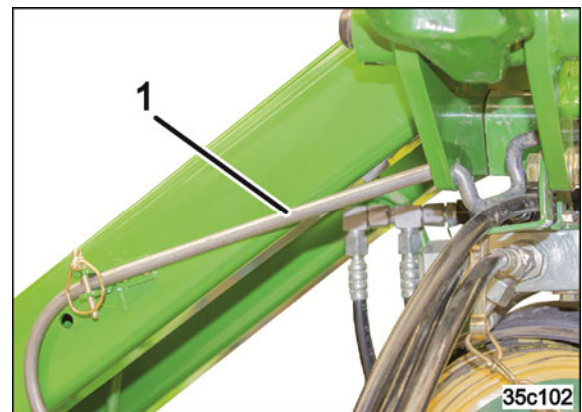

Рис. 85
12. Закрепите скобу транспортным держателем и пружинным фиксатором (Рис. 85/1).